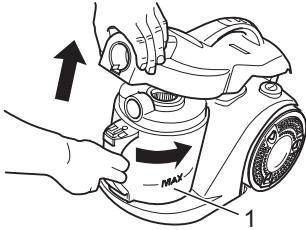

Abb. 16
■ Leeren Sie den Staubbehälter spätestens, wenn die „Max“-Markierung (Abb. 16/1) erreicht ist oder die Saugwirkung nachlässt.
1. Drücken Sie die Entriegelungstasten und öffnen Sie den Gehäusedeckel (Abb. 16).
2. Drehen Sie den Staubbehälter ein wenig nach rechts (Abb. 16), um ihn zu entriegeln.